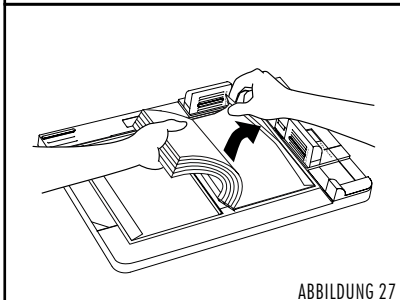

ABBILDUNG 27
4. Heben Sie vorsichtig die rechte Seite des Buchblocks hoch und entfernen Sie die große Folie von der Klebefläche der rechten Seite des Umschlags (siehe Abbildung 27). Lassen Sie nun den Buchblock auf die Klebefläche fallen und drücken von oben auf den Buchblock.